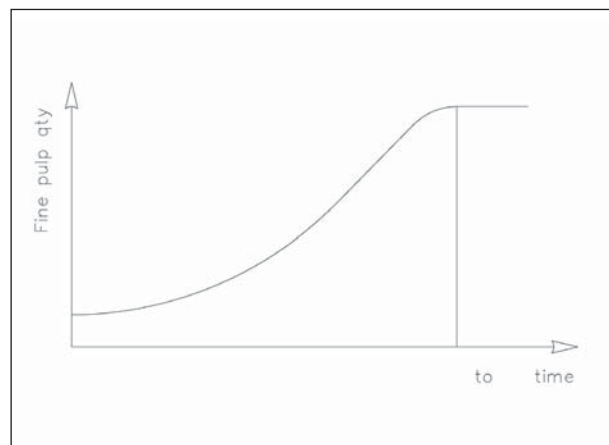

Fig. 2) Crescita della quantità di polpini in caso di riciclo nelle presse
- *Riciclo dei polpini:* Quando i polpini recuperati filtrando l'acqua delle presse ritornano in circolo si ha un andamento di crescita del tipo illustrato in Fig. 2.